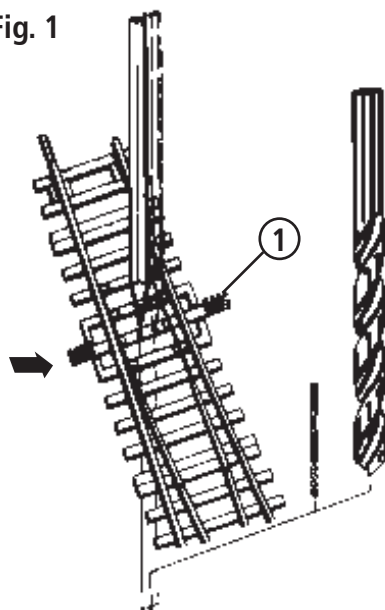
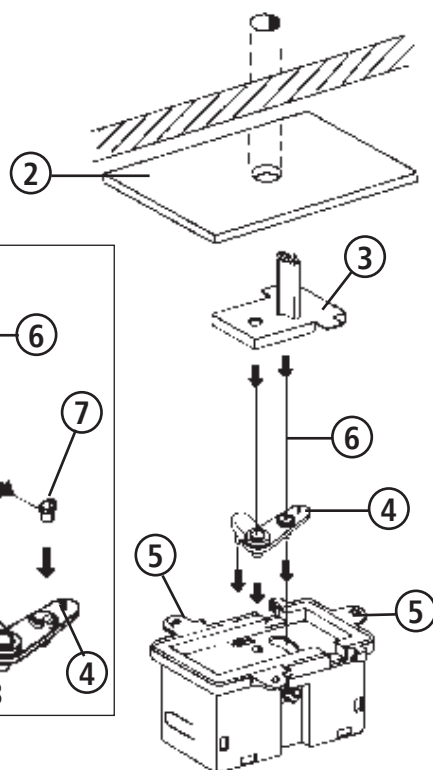

Fig. 4
Fig. 2
Achtung! Zur einwandfreien Funktion des Unterflurantriebes ist eine Plattenstärke von 14 - 16 mm anzustreben. Bei dünnerer Plattenstärke empfiehlt es sich, durch Unterlegen einer entsprechend großen (80 x 55 mm) Sperrholzzwischenlage (2) die Dicke auszugleichen (Fig. 4).
Vor der endgültigen Montage des Unterflurantriebes muss die Stelldrahtführung (3) auf das entsprechende Maß der Plattenstärke angepasst werden. Bei der Montage mehrerer Unterflurantriebe ist es zweckmäßig, eine Schneidelehre anzufertigen. Dazu eignet sich ein Plattenrest in gleicher Dicke der Anlagenplatte mit einer Bohrung im Durchmesser von 10 mm (Fig. 2). Zum Kürzen der Stelldrahtführung wird diese mit dem Führungsschaft in die Bohrung eingeführt. Der auf der Gegenseite überstehende Teil des Führungsschaftes wird mit einer nicht zu groben Bastelsäge entlang der Plattenfläche angeschnitten (Fig. 2). Die entsprechend gekürzte Stelldrahtführung kann nun wieder auf den Unterflurantrieb aufgesetzt werden - dabei ist jedoch zu beachten, dass
der Stellhebel (4) seine korrekte Lage einnimmt (Fig. 4). Wieder komplettiert wird der Unterflurantrieb mit dem Führungsschaft in die 10 mm Bohrung eingeführt und der Stelldraht gleichzeitig in die Stellschwelle gesteckt. Anschließend wird der Unterflurantrieb entsprechend der Weichenlage ausgerichtet - die Stelldrahtbewegung sollte dabei gleichlaufend zur Bewegungsrichtung der Stellschwelle sein. Über die Befestigungsglaschen des Halterahmens (5) wird der Unterflurantrieb mit entsprechenden Schrauben montiert. Der überstehende Stelldraht wird ca. 1 mm über der Stellschwelle mit einem Seitenschneider abgetrennt. Um Verletzungen zu vermeiden, sollte das scharfkantige Ende mit einem Schleifstein oder Schleifpapier entgratet werden.
3. Austausch des Stelldrahtes (6)
Please note: For reliable operation of the under-baseboard motor a board thickness between 14-16 mm (5/8") should be used. When using thinner baseboards, a suitably sized (80 x 55 cm) plywood space should be used to adjust to the required thickness (fig. 4).
Before final installation of the motor, the activator wire guide (3) must be fitted to the thickness of the baseboard. When mounting several motors, it is useful to prepare a cutting template. A board remnant having the same thickness as the baseboard with a 10 mm hole can be used for this purpose (fig. 2). To shorten the activator wire guide, the guide shaft is inserted into the hole. The part of the wire guide protruding from the opposite side is cut off along the plate surface with a fine-toothed hobby saw (fig. 2). The properly shortened wire guide is then replaced in the under-baseboard motor housing while taking care that the activator lever (4) is in the correct position (fig. 4). The re-
Attention: Pour garantir un fonctionnement impeccable du moteur d'aiguilles surbaissé, il est préférable d'avoir une épaisseur de la table d'un ordre de 14 à 16 mm. En cas d'une épaisseur plus réduite, il est conseillé de porter l'épaisseur totale à cette valeur en intercalant des planches plus ou moins épaisses en contreplaqué (dimensions nécessaires: 80x55 mm environ). (Voir aussi la fig.4).
Avant de passer au montage définitif du moteur d'aiguilles surbaissé, il faut raccourcir le guidage du fil de commande pour l'adapter à l'épaisseur de la table (et des planches de contreplaqué éventuellement intercalées). En cas d'un montage «à la chaîne» de plusieurs moteurs d'aiguilles, il est opportun de se doter d'un calibre. A ces fins, on se sert d'un coupon de planche de la même épaisseur que la table (y compris les planches de contreplaqué éventuellement intercalées), auquel un trou de 10 mm fut percé (fig. 2). Pour raccourcir le guidage du fil de commande, il faut le détacher du boîtier et l'enfiler ensuite dans le trou du coupon ou de la table. Le bout qui dépasse sur l'autre côté, est à couper à l'aide d'une scie pour bricolage pas trop grosse (voir fig.2). Le guidage ainsi raccourci est maintenant à refixer au moteur - veuillez veiller lors de cette opération à ce que le levier de commande (4) se trouve dans sa position correcte (voir fig. 4) Une fois ainsi ressemblé, le moteur